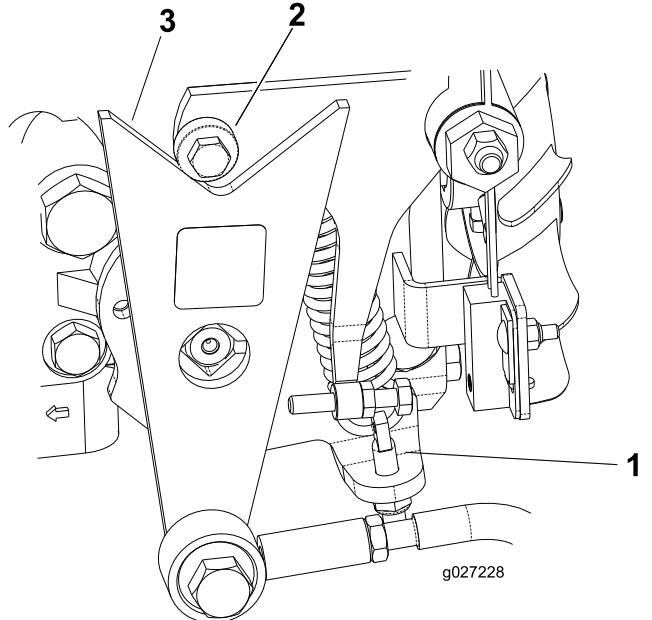

図 43
- 回転方向が正しければ、エンジンを停止し、スプリング調整ピンのロックナットの調整を行う図43。走行系統のニュートラル調整を行う 走行ドライブのニュートラル調整 \(ページ32\)を参照。